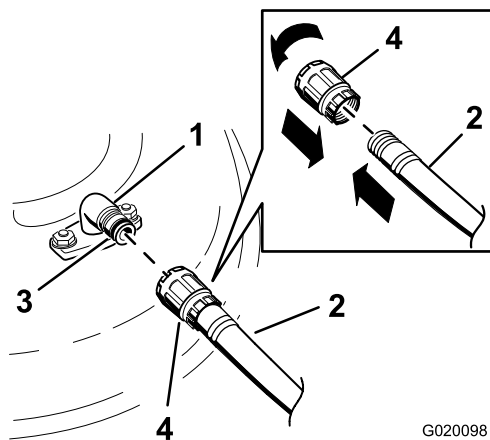

Рисунок 76
3. Подсоедините шланговую муфту к концу штуцера промывки газонокосилки и установите регулятор подачи воды в положение большого расхода (Рисунок 76).